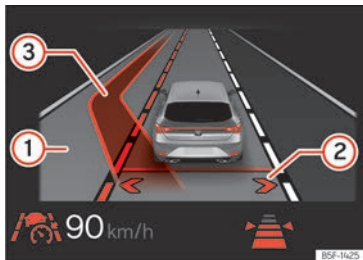

Abb. 147 Im Display des Kombi-Instruments: Anzeige des assistierten Spurwechsels (schematische Darstellung).
Dadurch wird der assistierte Spurwechsel aktiviert. Die Pfeile der eigenen Fahrsur werden im Display des Kombi-Instruments in Grau angezeigt »» (Abb. 147) ②
möglich, wird die entsprechende Spur im Display des Kombi-Instruments neben der eigenen Spur angezeigt. Der Pfeil auf der entsprechenden Seite der Fahrsur wird in Weiß angezeigt »» (Abb. 147) ②.